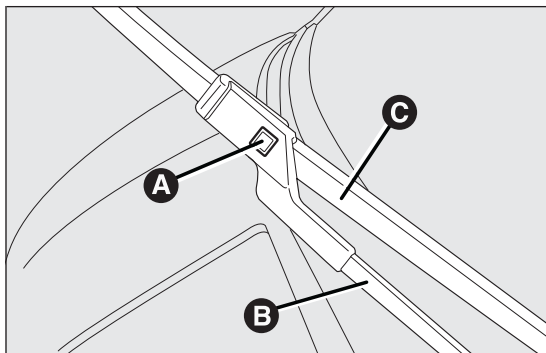

fig. 140
- soulever le bras A fig. 140 de l'essuie-glace et placer le balai de manière à former un angle à 90° avec le bras en question ;
- appuyer sur le bouton A et enlever du bras B fig. 140 le balai C fig. 140;